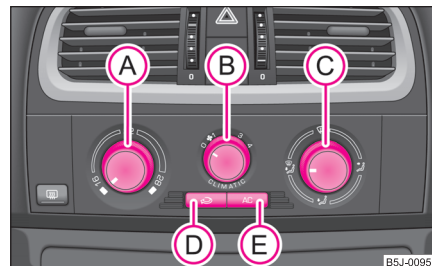

Fig. 95 Climatic:
Le climatiseur se met en marche après avoir appuyé sur l'interrupteur (AC) → page 83, fig. 95 (E), les conditions ci-après devant en outre être remplies :
- Faites tourner le régulateur rotatif (A) ⇒ fig. 95 vers la droite pour augmenter la température.
- Faites tourner le régulateur rotatif (A) vers la gauche pour abaisser la température.
- Mettre le bouton rotatif  ⇒ page 83, fig. 95 sur la température que vous avez choisie (nous recommandons 22 °C)
- Appuyez sur l'interrupteur  ⇒ page 83, fig. 95, le symbole  s'allume.
La circulation d'air de recyclage s'arrête automatiquement si l'on met le régulateur de diffusion d'air (C) sur la position  ⇒ page 83, fig. 95. En réappuyant plusieurs fois sur la touche , vous pouvez réenclencher le recyclage de l'air dans cette position également.
Le régulateur de répartition d'air  vous permet de régler l'arrivée d'air dans chaque diffuseur $\Rightarrow$ page 83, fig. 95. Les diffuseurs d'air **3** et **4** peuvent être ouverts et fermés séparément:
De l'air chaud ou froid arrive par les diffuseurs d'air ouverts selon la position du régulateur rotatif  $\Rightarrow$ page 83, fig. 95 et selon les conditions climatiques. ■